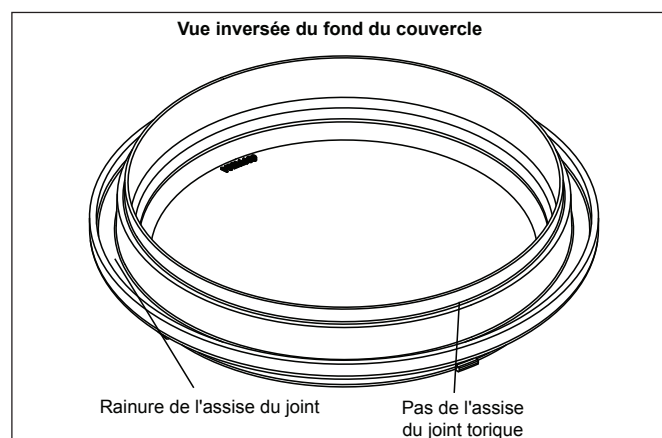

Figure 10. Positionnement du joint torique bleu pour l'essai de pression
2. Placer le joint torique bleu sur la marche à 6 mm ($\frac{1}{4}$ po) du fond du couvercle. Voir figure 10.
Remarque Le joint torique bleu se trouve à environ 6 mm ($\frac{1}{4}$ po) de distance du joint. Voir figure 10.